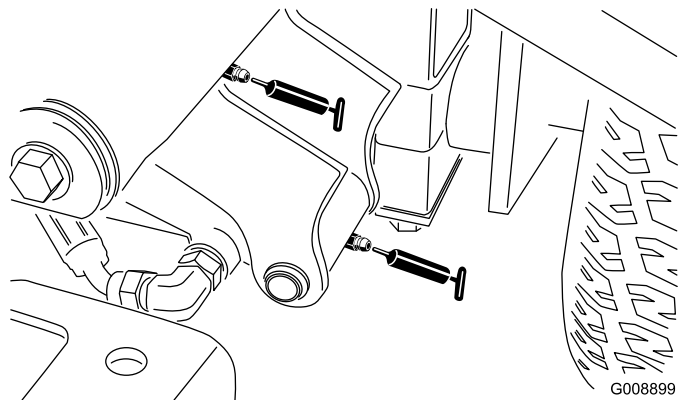

Bild 55
- Linke vordere Hubarm-Drehbüchsen und Hubzylinder (2) (Bild 55)